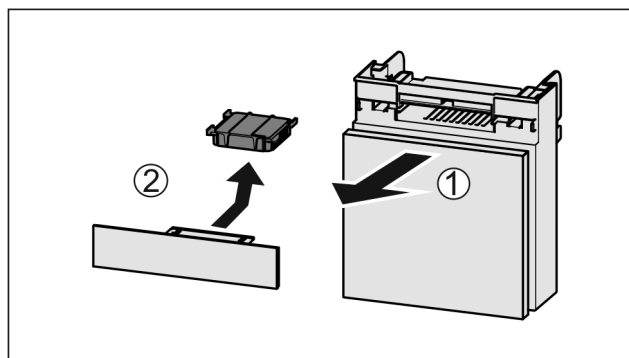

Fig. 152
- ▶ Træk rummet fremad Fig. 152 (1).
- ▶ Tag aktivkulfilteret Fig. 152 (2) ud.